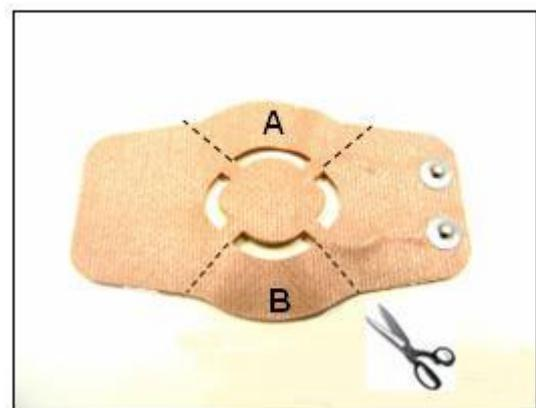

Abb. 1
1. Je nach der Ausrichtung des Patches können Sie mittels einer Schere einen Teil des wiederverwendbaren Patches ausschneiden (A oder B, wie anhand von Punktlinien markiert, siehe Abb. 1), um die Platzierung des Patch in direkter Nachbarschaft zur Wunde zu ermöglichen.